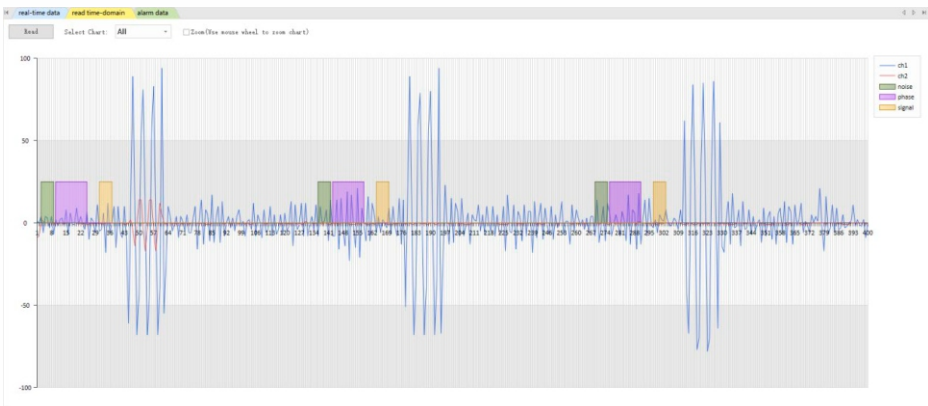

Рисунок 4-3
**18.** Считываемая временная область (read time-domain) отражает фазу сильных помех от другой системы АМ. Нажмите «Прочитать временной интервал/read time-domain», затем нажмите кнопку «Прочитать/Read» , отобразится форма волны данных во временной области (рис. 4-3). Таким образом, можно установить значение фазы АМ9000, чтобы избежать сильных помех и уменьшить вероятность ложных срабатываний, чтобы обеспечить стабильную работу системы. Есть 2 способа отрегулировать значение фазы. Первый способ — изменить значение фазы непосредственно в левой части программного обеспечения и нажать кнопку «Сохранить/Save»  для сохранения нового значения фазы. Второй способ — использовать компьютерную мышь для перемещения фиолетового столбца, чтобы и зеленый, и желтый столбцы не находились в зоне сильных помех. Затем нажмите кнопку «Сохранить/Save»  для сохранения нового значения фазы.